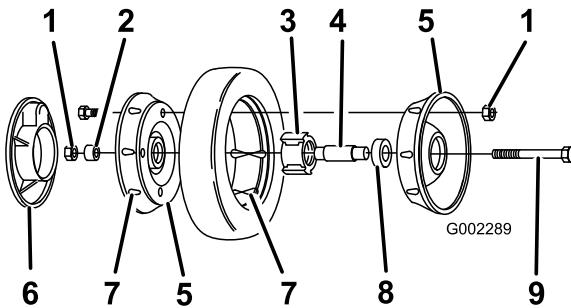

Figura 32
3. Retire el perno, el suplemento de la rueda y la contratuerca que monta la rueda al brazo de pivote (Figura 32).
4. Separe las mitades de la rueda del neumático retirando los 4 pernos y las 4 contratuerca (Figura 32).
Nota: Si retira los cojinetes del conjunto de cojinete/buje, retírelos apretando sobre el suplemento del cojinete (Figura 32).
1. Coloque el neumático en una mitad de rueda, alineando las orejetas en cada pieza (Figura 32).
- Coloque el conjunto cojinete/buje en el hueco central de la mitad de la rueda. Asegúrese de que las patas del buje están posicionadas sobre la brida del hueco (Figura 32).
- Coloque la otra mitad de la rueda sobre el conjunto cojinete/buje, alineando las orejetas de la rueda y del neumático y los taladros de montaje (Figura 32)
- Usando 2 tornillos o pernos de rosca completa (1/4-20 x 1.50 pulg.) y tuercas no de freno, conecte sin apretar las dos mitades de la rueda. Monte los tornillos o pernos en taladros opuestos (Figura 32).
- Compruebe la alineación de todas las piezas y apriete los pernos, alternando de uno a otro para que el encaje sea uniforme, hasta que las mitades de la rueda estén juntas (Figura 32).
- Instale los 2 pernos y 2 contratuerças que retiró anteriormente en los taladros restantes de las mitades de la rueda, y apriételos. Retire los dos tornillos o pernos largos y sustitúyalos por 2 pernos y 2 contratuerças (Figura 32).
- Instale la rueda en el brazo de pivote con los pernos, un suplemento y una contratuerca. Asegúrese de que el suplemento está colocado entre el buje de la rueda y el brazo de pivote (Figura 32).